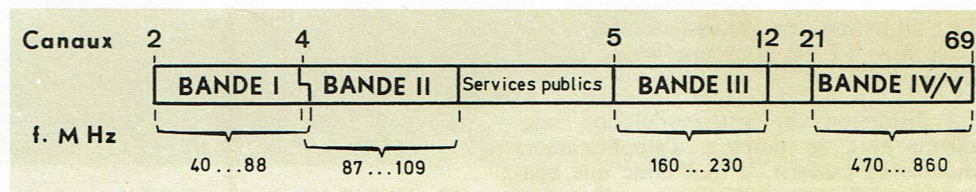

Fig. 2. Répartition des canaux et des fréquences.
1. Le signal complet est transmis en VHF jusqu'à l'abonné qui possède alors un convertisseur transposant les canaux interbandes (VHF) en canaux UHF (voir fig. 2).